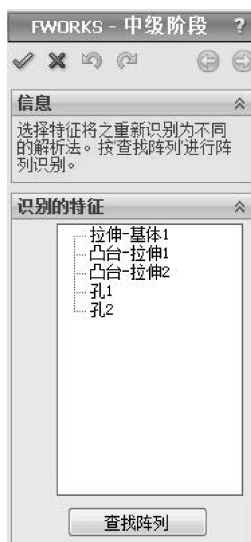

图 5-18 识别特征
- 06 单击【下一步】按钮, 运行自动识别，识别的结果显示在列表中，从结果中可以看出此模型中有 5 个特征被成功识别，如图 5-18 所示。